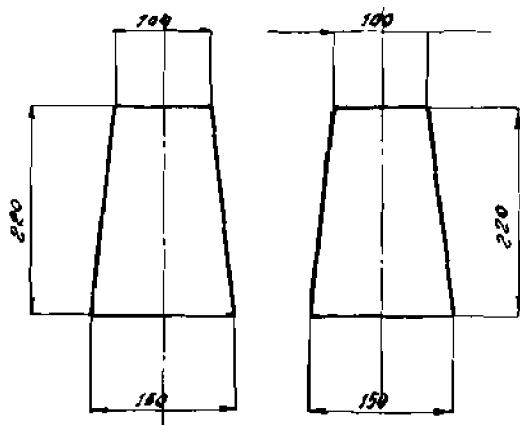

FIG. 22 - TACCHI (A)
- a) N° 2 tacchi di legno da porre sotto le anse del carrello (fig. 22).